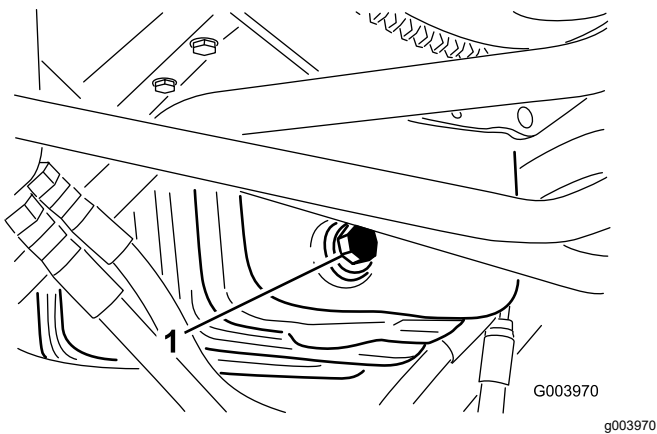

Figura 78
1. Retire el tapón de vaciado (Figura 78) y deje fluir el aceite a un recipiente apropiado.